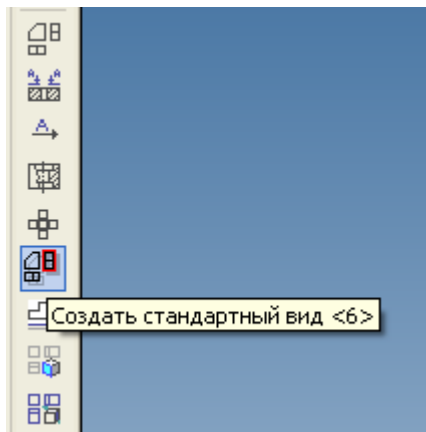
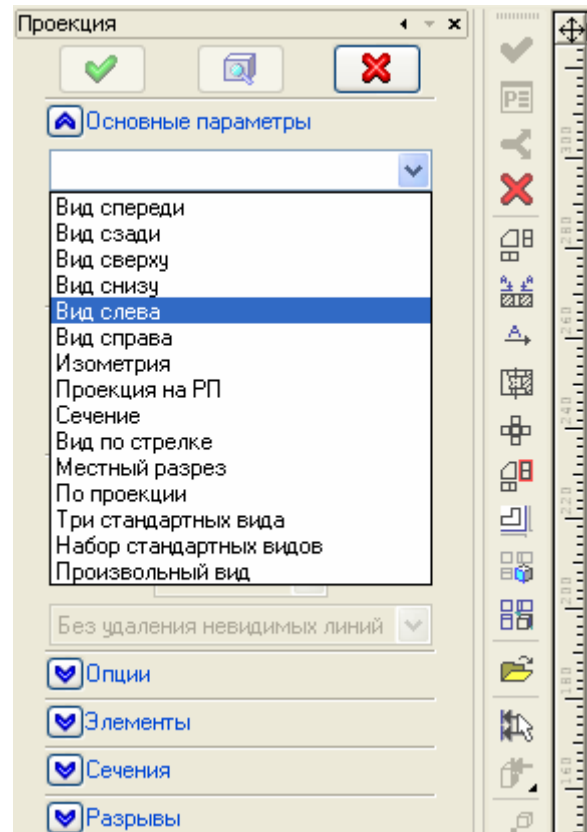

рис. 1
рис. 2
- Для создания стандартных видов можно либо воспользоваться опцией «Создать стандартный вид» команды 3J «Создать 2D проекцию» (см. рис. 1), либо выбрать название вида из списка на панели свойств команды 3J (см. рис. 2).